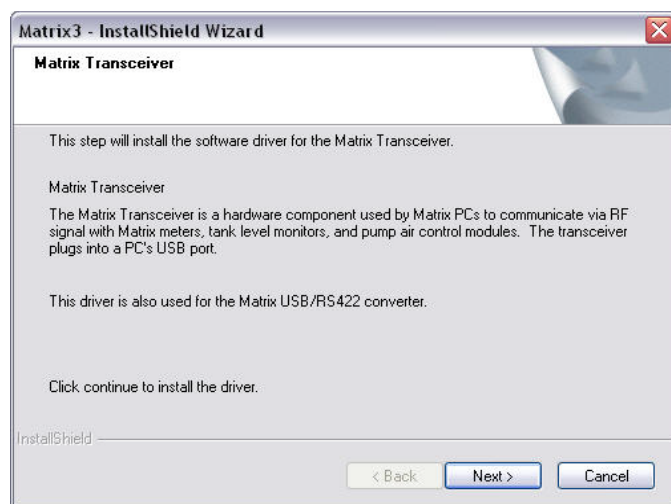

FIG. 20
13. Le système configure la base de données de Matrix. Lorsque l'écran "Matrix Transceiver" (Émetteur-récepteur Matrix) illustré dans la FIG. 20 s'affiche, sélectionnez "NEXT" (Suivant) pour lancer l'installation du pilote de l'émetteur-récepteur.